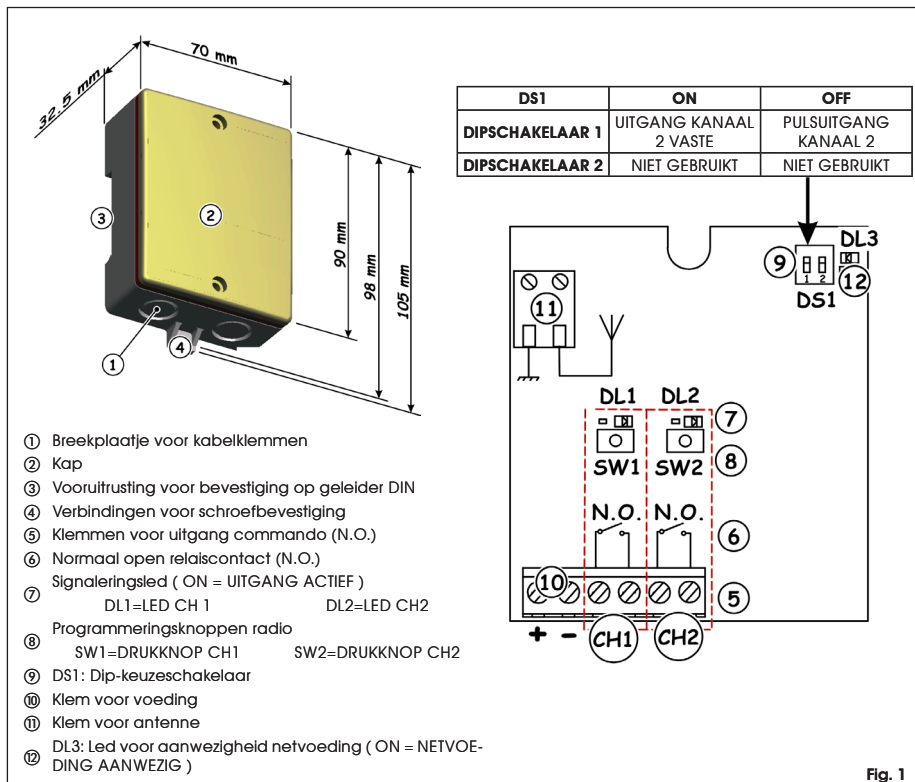

Fig. 1
4. Druk 1 seconde op de knop van de ontvanger (Fig.1 ref. ⑧) die behoort bij met het kanaal waarmee u de radioafstandsbediening wilt associëren.
5. De bijbehorende led op de ontvanger (Fig.1 ref. ⑦) begint gedurende 5 sec. langzaam te knipperen.
7. De led op de kaart (Fig.1 ref. ⑦) blijft 1 seconde lang branden om vervolgens te doven, waarmee wordt aangegeven dat opslag heeft plaatsgevonden.
1. Om **ALLE** codes van de met de kanalen 1-2 geassocieerde radioafstandsbedieningen te wissen, hoeft enkel de knop SW1 of SW2 (Fig.1 ref. ⑧) 10 sec. lang ingedrukt te worden gehouden.
2. De led die bij de ingedrukte knop hoort (Fig.1 ref. ⑦) knippert eerst 5 sec. normaal, om vervolgens 5 sec. sneller te knipperen.